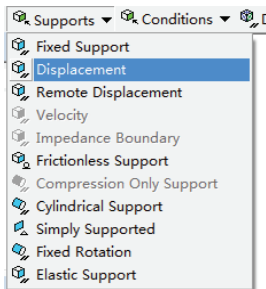

图 14-10 添加位移约束
2) 选择 Environment 工具栏中的 Supports>Displacement, 如图 14-10 所示, 此时在树结构图中会出现 Displacement 选项。